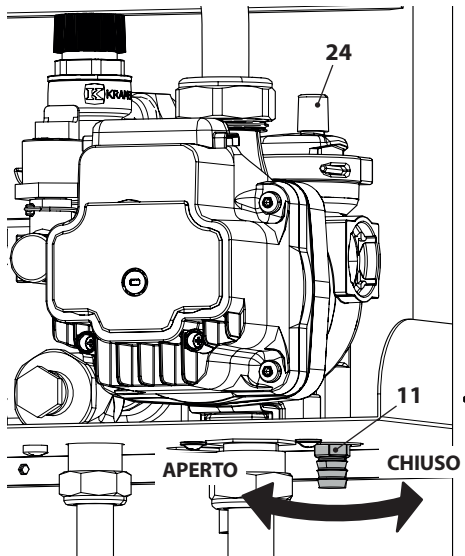

Figura 9.9
- Allentare il rubinetto di svuotamento del circuito riscaldamento 11 indicato in Figura 9.9.
- Per facilitare lo svuotamento, svitare il tappo 24 della valvola di sfogo automatico in Figura 9.9.